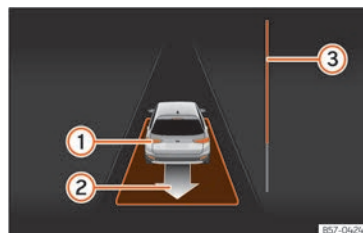

Abb. 190 Am Bildschirm des Kombi-Instruments: parallel zur Fahrbahn ausparken.
- Fahren Sie rückwärts, bis das Dauertonsignal des ParkPilot ertönt; **ODER:** fahren Sie zurück, bis am Bildschirm des Kombi-Instruments die Anzeige zur Vorwärtsfahrt erscheint. Die Fortschrittsanzeige »» **Abb. 190** **③** zeigt den zurückzulegenden Abstand an »» **Seite 289**.